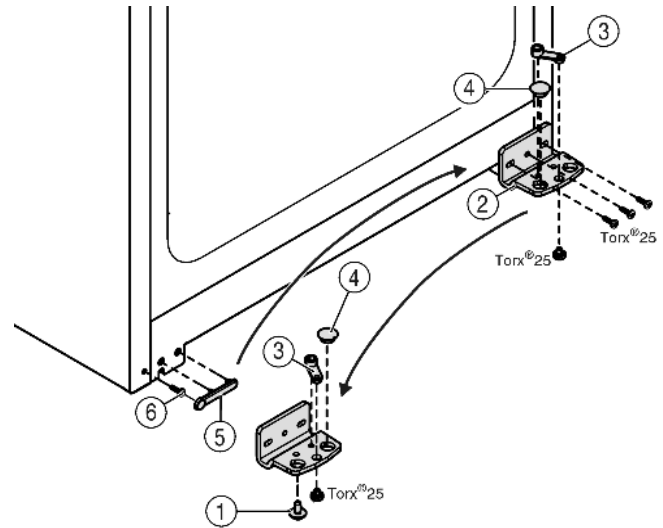

Fig. 6
- ▶ Lagerbock Fig. 6 (2) abschrauben.
- ▶ Lagerteil Fig. 6 (3) abschrauben und in das gegenüberliegende Aufnahme Loch des Lagerbocks umsetzen, wieder festschrauben.
- ▶ Stopfen Fig. 6 (4) aus dem Lagerbock herausnehmen und in das gegenüberliegende Aufnahme Loch des Lagerbocks umsetzen.
- ▶ Griffseitige Abdeckung Fig. 6 (5) vorsichtig abheben.
- ▶ Schraube Fig. 6 (6) herausdrehen und auf der Gegenseite wieder einsetzen.
- ▶ Abdeckung Fig. 6 (5) wieder aufsetzen.
- ▶ Lagerbock Fig. 6 (2) auf der neuen Scharnierseite **fest (mit 4 Nm)** ggf. mit Hilfe eines Akkuschaubers wieder festschrauben.